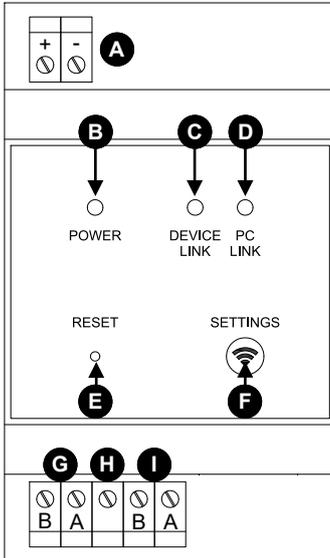

Fig. 1: Aspetto e caratteristiche del prodotto
- **Power (B)** di Fig. 1):
- **Device link (C)** di Fig. 1):
- PC link (Led D) Fig. 1):